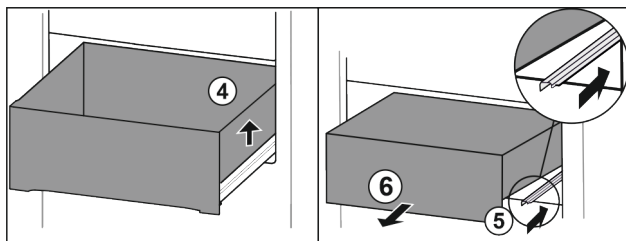

Fig. 87
- Soulever le tiroir sur la droite. Fig. 87 (4)
- Rentrer le rail de droite. Fig. 87 (5)
- Retirer le tiroir par l'avant. Fig. 87 (6)